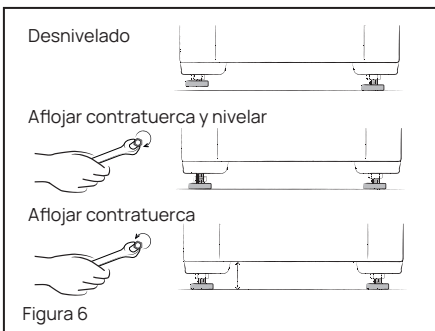

Figura 6
- Desenrosque la contratuerca con una llave de 17mm. Ver figura 6.